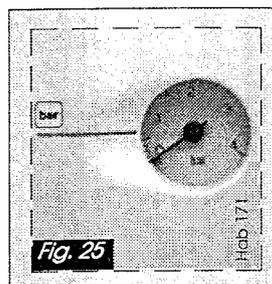

Fig. 25
Si le voyant illustré ci-contre s'allume ou si la pression lue au manomètre (fig. 25) est inférieure à 1 bar, il convient de procéder immédiatement au remplissage de l'installation en procédant comme suit :
- Lorsque la pression lue sur le manomètre (fig. 25) se situe entre 1 et 2 bars, remettre les manettes (m) et (p) en position de fonctionnement (fig. 27b).